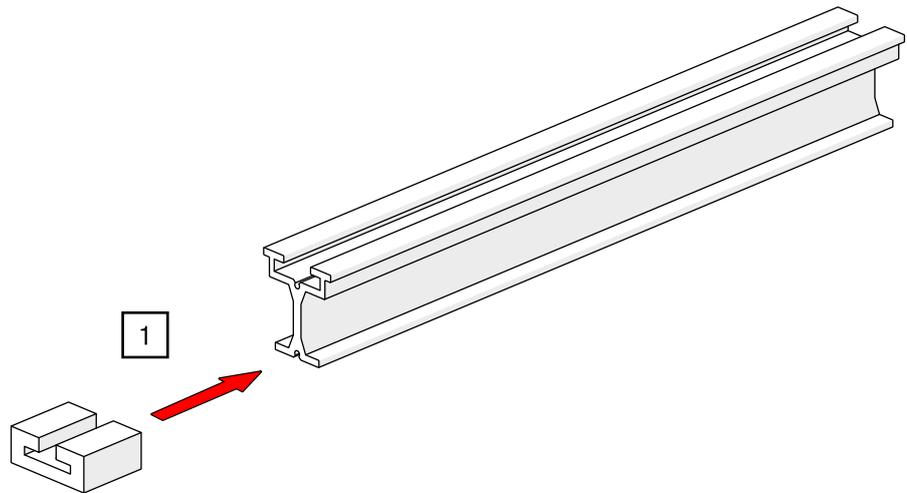

Abb. 50: Endanschlag HD – Endanschlag auf die Schiene schieben
1. Schieben Sie den Endanschlag HD auf ein Schienenende (siehe Abb. 50).